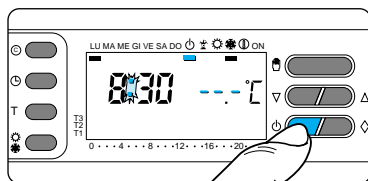

Fig. 74
13.9 - Premere una volta il pulsante \circ . Il segmento attivo sotto \circ conferma l'esclusione di THERMOPROGRAM dal controllo dell'impianto e scompare il grafico del programma (fig. 74).